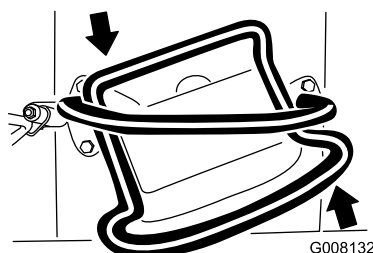

Figure 12
- Pour tourner à gauche, tournez la commande de déplacement dans le sens antihoraire (Figure 12).